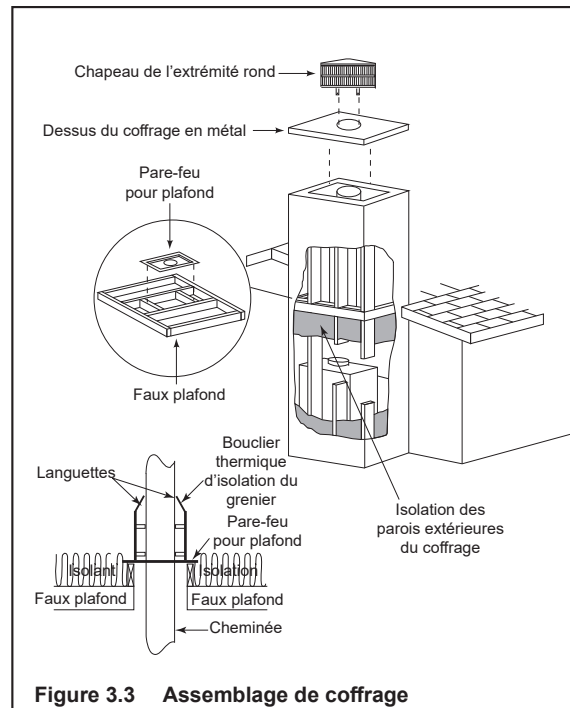

Figure 3.3 Assemblage de coffrage
Les parois, le plafond, la plaque de base et le sol en porte-à-faux du coffrage doivent être isolés (voir la Figure 3.3.) Équipez le coffrage de pare-vapeur et de pare-air, en conformité avec les codes locaux applicables au reste de la maison. En outre, Hearth & Home Technologies recommande de recouvrir les surfaces intérieures de placoplâtre et de colmater les raccords (ou l'utilisation d'une méthode équivalente) pour optimiser l'étanchéité.
- Dans les climats froids, les parois du coffrage doivent être isolées jusqu'au niveau du faux plafond, comme indiqué sur la figure 3.3. Cela aidera à diminuer les pertes de chaleur de la maison autour du foyer.